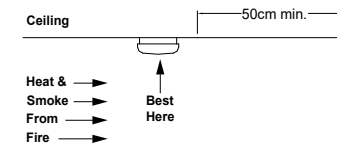

Fig. 3 – Jutiklio montavimas nuo sienos
Montuokite dūmų jutiklius kaip įmanoma arčiau lubų centro ir toliau nuo šviestuvų ir kondicionavimo vamzdžių, ne arčiau kaip 50 cm nuo sienų ar kampų (see Fig. 3).
- Užsistovėjusio oro vietoje, dažnai susidarantiose smailių stogų sankirtoje. Užsistovėjęs oras gali trukdyti dūmams patekti į jutiklį. Rekomenduojamos vietos Fig. 3.